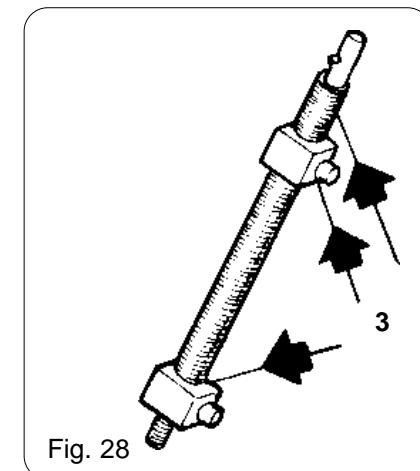

Fig. 28
3. Perni del coltivatore e di regolazione della pressione dei bracci (fig. 28).
3. Cultivator and arm pressure adjustment pins (Fig. 28)